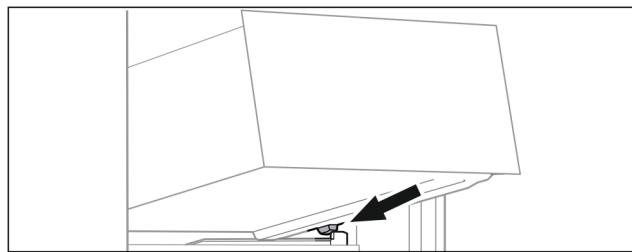

Fig. 67
- Schubfach schräg hinter den Stopfern auf Behälterrippe aufsetzen. (siehe Fig. 67)